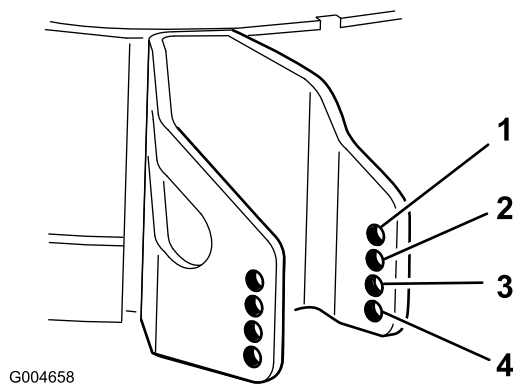

Figura 19
- Escolha a dimensão do orifício ideal para que o rolo anti-danos fique posicionado o mais próximo possível da altura-de-corte pretendida (Figura 19).